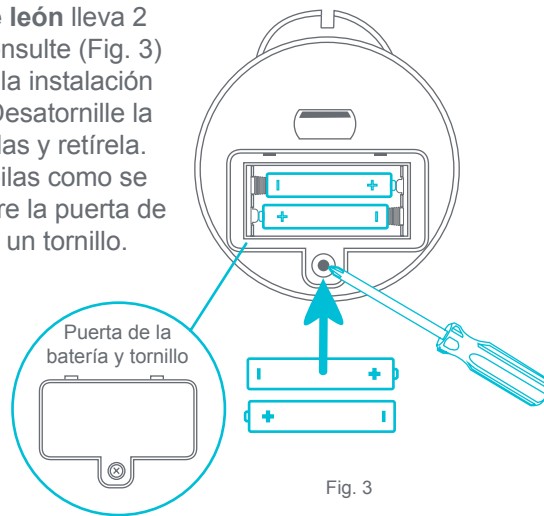

Fig. 3
- 3 • El juguete de león lleva 2 pilas AAA. Consulte (Fig. 3) para conocer la instalación de las pilas. Desatornille la tapa de las pilas y retírela. Coloque las pilas como se indica. Asegure la puerta de la batería con un tornillo.